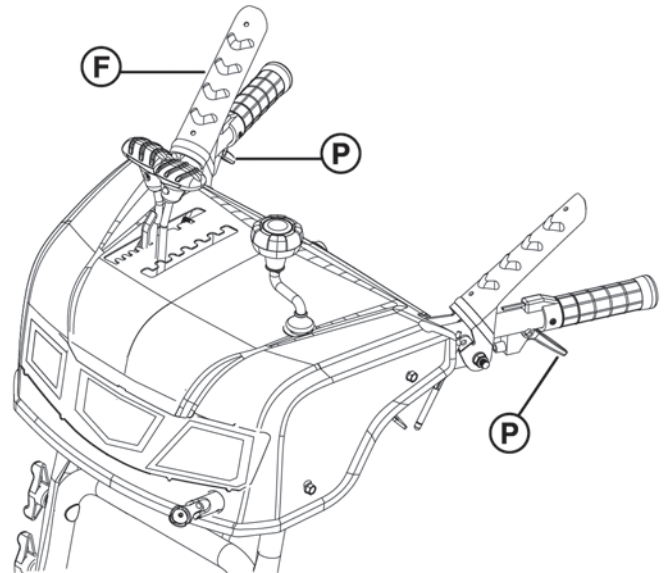

Рис. 13
Функция рулевого управления помогает оператору включить машину. Триггеры рулевого управления (Р. Рис. 13) находятся под рукоятками. Рулевое управление временно отключает одно ведущее колесо, в то время как другое продолжает движение во время поворота.
1. Нажмите рычаг сцепления (F, Рис. 13), чтобы переместить машину вперед.